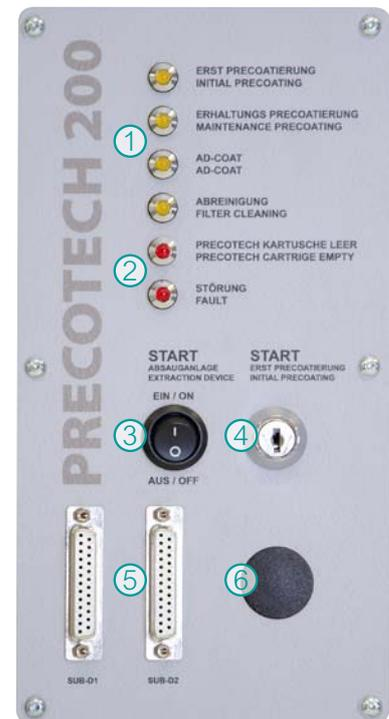

Abb. 2
Je nach Erfordernis kann die Precotech 200 zwischen drei Modi Abb. 2 (1) automatisch hin- und herschalten:
Erst Precoatierung - Wird per Schlüsselschalter Abb. 2 (4) durch das Wartungspersonal direkt an der Anlage gestartet. Bei der Erst-Precoatierung wird eine Grundschuttschicht auf der Filterpatrone aufgebaut. Die Erst-Precoatierung wird nur nach einem Filterpatronenwechsel gestartet.
Zur Überwachung des Füllstands an der Precofix200 Wechselkartusche kommt ein Ultraschallsensor zum Einsatz. Die Meldung „Kartusche leer“ Abb. 2 (2) wird am Bedienteil der Precotech 200 und über die Schnittstelle ausgegeben.
Die Precotech 200 lässt sich durch verschiedene Grundeinstellungen Abb. 2 (6) optimal an die angeschlossene Absauganlage und den Anwendungsfall anpassen:
Die Anlage verfügt über eine Vielzahl von Schnittstellenfunktionen Abb. 2 (5) zur Integration in das TBH Absaugsystem:
- Start/Stop TBH Absauganlage Abb. 2 (3)
- Start Erst Precoatierung Abb. 2 (4)
- Wahlschalter für Filterflächenauswahl Abb. 2 (6)